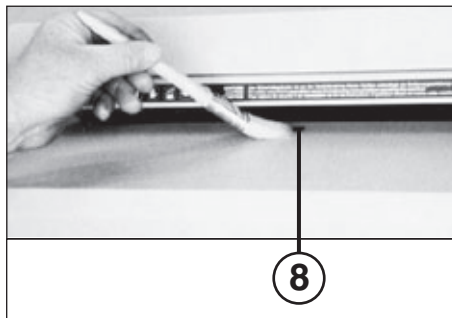

Abb. 5
8 = Lichtschränke (Vorwärtslauf) (Abb. 5)
REINIGUNG DER FOTOZELLEN (8) (Abb. 5): Sollten Papierstücke im Einlaßschlitz zum Liegen kommen (z. B. nach einem Papierstau) ist es möglich, daß das Gerät durch die „belegte“ Lichtschranke nicht mehr ausschaltet. Sie können die Papierstücke entfernen, bzw. die Fotозelle reinigen, indem Sie dem Schneidwerk ein weiteres Blatt Papier zuführen, oder die Maschine auf Rückwärtslauf schalten und mit einem Pinsel kurz über die beiden „Augen“ der Fotозelle wischen.